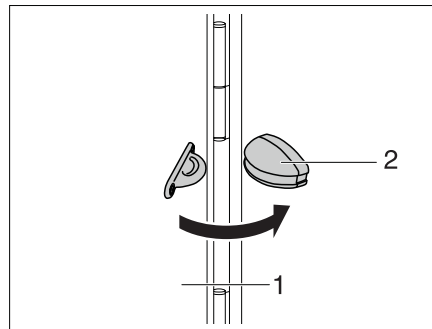

Fig. 58 Freno de la trampilla exterior
- Abrir la trampilla exterior (Fig. 58,1) y plegarla contra la pared del vehículo.
- Empujar la trampilla exterior al freno (Fig. 58,2).
- Retirar la trampilla exterior (Fig. 58,1) con un fuerte tirón del freno (Fig. 58,2).